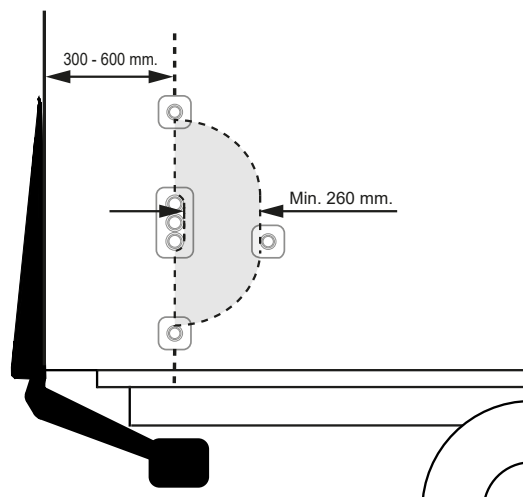

Bild 63. Montering av manöverdon CD 1 med tvåhandsfattning.
2. Avståndet mellan fordonets bakre kant och centrum på manöverdonen skall vara 300-600 mm. Avstånden mellan manöverdonen skall vara minst 260 mm. Se Bild 63.